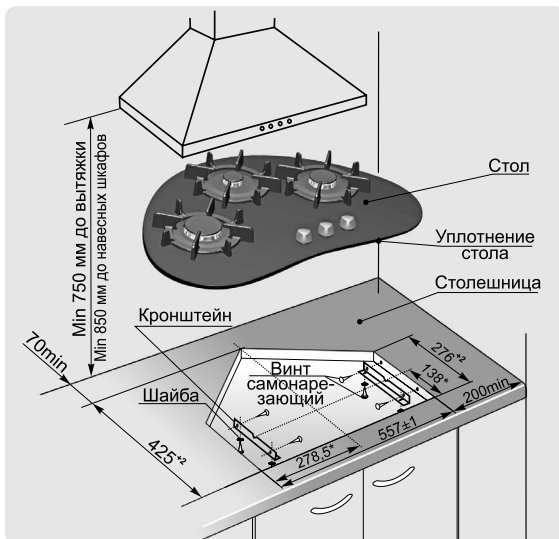

Рис. 4 МОДЕЛЬ СН2120
1. Точно разметить на столешнице контур проема под встраиваемый стол в соответствии с рис. 4, 5, 6.